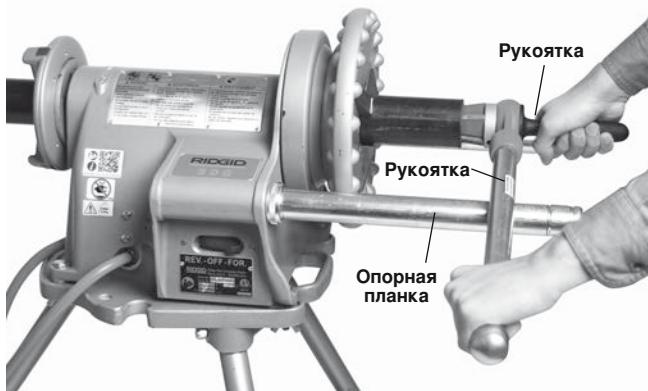

Рис. 16 — Зенкование трубы с помощью ручной зенковки, (держите рукоятку зенковки в контакте с опорным стержнем)
2. Вставьте зенковку в конец трубы, как показано на *рис. 16*. Опирите рукоятку зенковки на опорный стержень со стороны переключателя, удерживая рукоятку зенковки правой рукой.